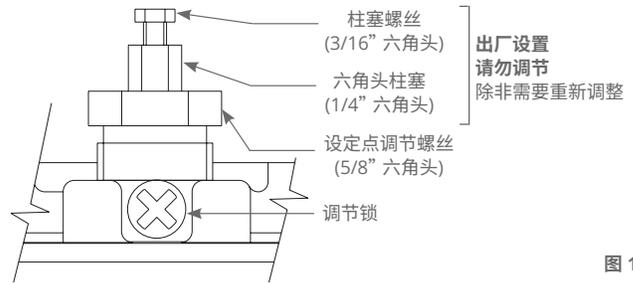

图 1
**i** 所有型号均配备两件分体式可调柱塞(见图 1)。如果一个 3/16" 六角螺钉安装在 1/4" 六角柱塞时,则表示是这种柱塞。按照下方设定点操作步骤操作,避免干扰设定点。设定已在出厂前调节好,对于开关的正常工作非常重要。仅在意外对柱塞进行了调节的情况下需要执行设定调节步骤。
② 调节设定点,顺时针转动 5/8" 六角调节螺丝可调高设定点,逆时针则可调低。调节螺丝的松紧度可通过拧紧螺丝上的调节锁来加大。(见图 1)。控制装置带有未经校准的参考刻度盘,用于指示高、低、中范围设置。进行调节时,不得超过铭牌所示额定耐压限制,否则可能造成设定点漂移。
## 重调间隙步骤 (请参阅图 1)